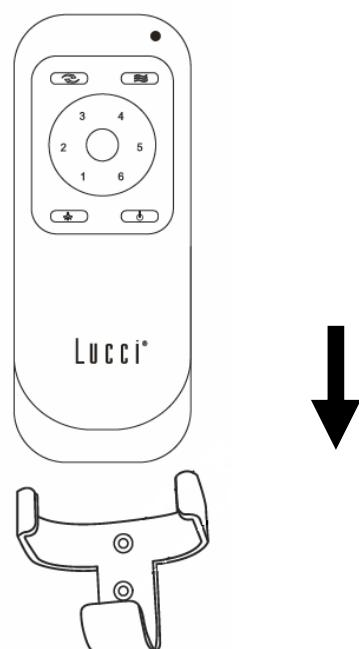

Fig. 9b
2. Fare scorrere il telecomando all'interno del supporto (Fig. 9b)